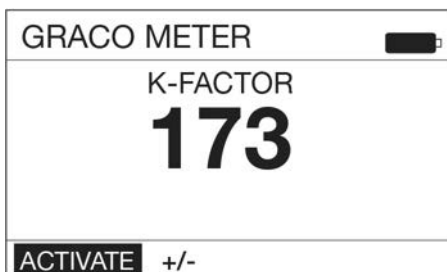

FIG. 26
- Aparecerá la pantalla del factor K que se muestra en la FIG. 26.